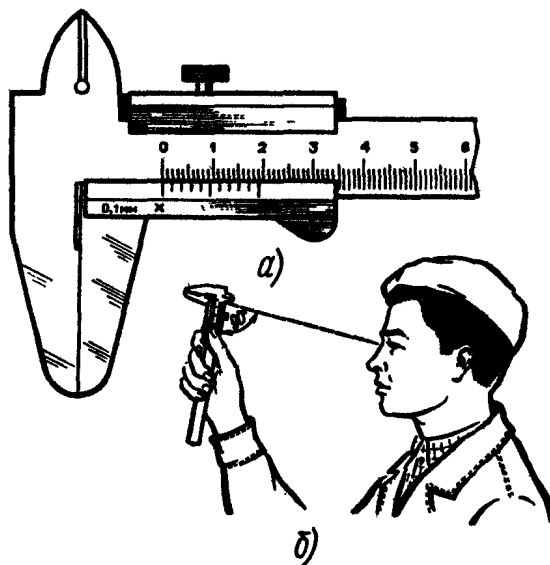

Рис. 3. Проверка нулевого положения штангенциркуля
1. привести соприкосновение губки штангенциркуля (рис.3, а). Губки по всей длине должны быть параллельными. Зазора по краям губок не должно быть. Нулевой штрих нониуса должен совпадать с нулевой рисккой основной шкалы;
2. размер просвета между измерительными поверхностями сведенных губок штангенциркуля оценивают при дневном освещении «на глаз» (рис. 3, б). При отсутствии просвета между губками для наружных измерений или при небольшом просвете (не более 6 мм) должны совпадать нулевые штрихи нониуса с начальным штрихом основной шкалы (рис. 3, а);